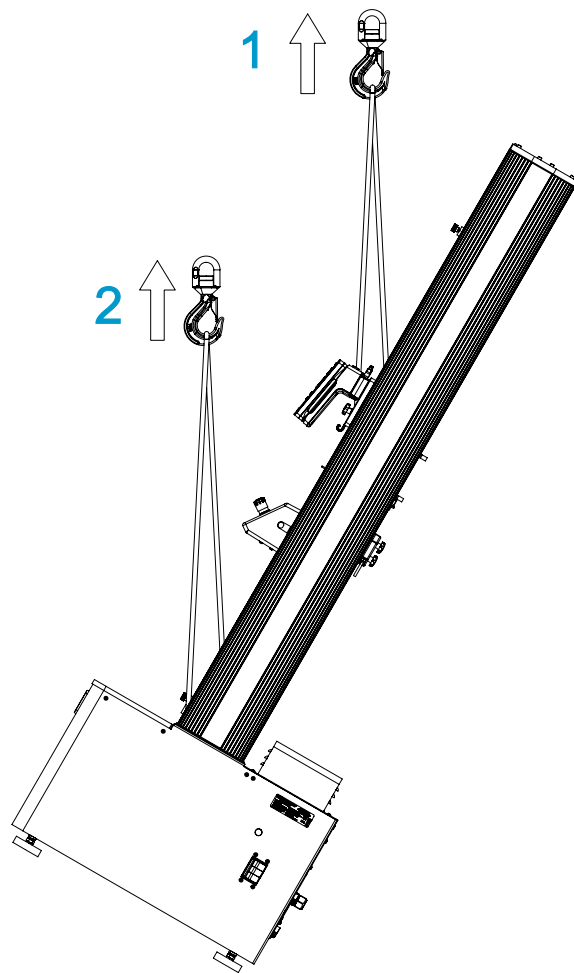

图 19. 使用起重机扶正机架
请参阅 第 64 页图 19。
2. 将两条提升吊带系缚在横梁上，并将它们挂接在起重机吊钩上，如第 64 页图 19 所示。如果您使用链条替代提升吊带，请用保护材料将横梁包起来，以保护横梁不会被刮擦和损坏。链条也会损坏机架的其他部分，例如顶板；确保将保护材料包裹在所有容易损坏的组件周围。
3. 将两个 M16 起重螺栓安装到机架底座中，并将两个附加吊索连接到螺栓上，如第 64 页图 19 所示。
图标 图 19